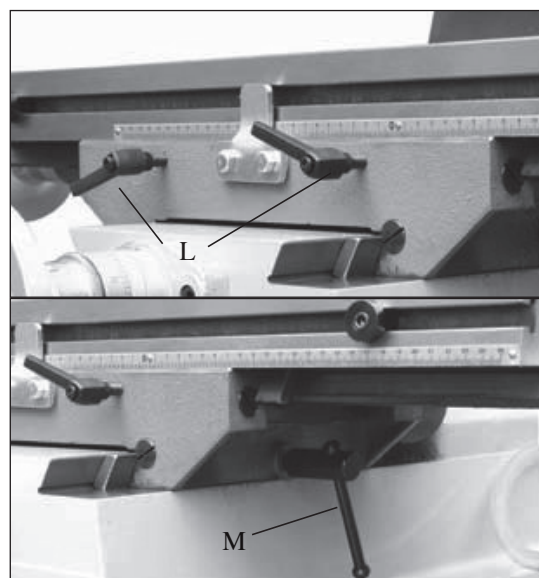

Fig. 9.2
5. Lås bordet vha. de to låsestænger (L, fig. 9.2) for Y-aksen, og låsehåndtaget (M, fig. 9.2) for X-aksen. Drej den med uret for at låse og mod uret for at låse op.
15. Lås bordet op, anvend bordets låsestænger (L, fig. 9.2) og låsehåndtag (M, fig. 9.2).